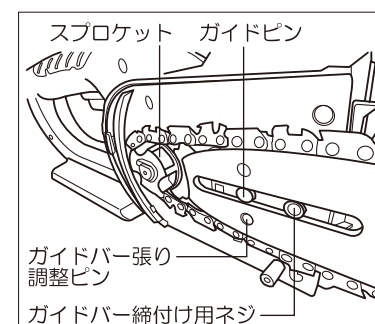

図13
- ③もう一方のソーチェーンの端を、スプロケットに掛け、ガイドバー取付け丸穴をガイドバー張り調整ピンに、長穴をガイドピン・ガイドバー締付け用ネジにはめ込んでください。(図13参照)